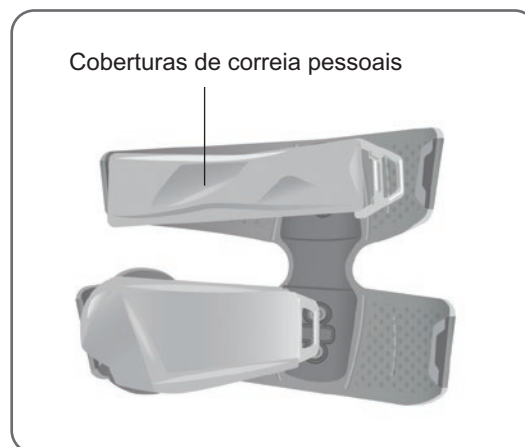

Figura 6-13: Coberturas de correia pessoal no manguito da coxa
1. Deslize uma cobertura de correia pessoal sobre cada uma das correias no manguito da coxa. Veja a Figura 6-13.